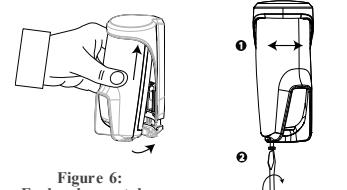

Figure 6:
5. Pendant que le voyant clignote, fixez le détecteur au support en resserrant la vis inférieure (voir Figure 6).